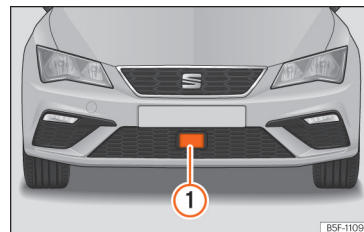

Fig. 245 Sul paraurti anteriore: sensore radar.
A veicolo fermo spegnere il motore, quindi riavviarlo. Eseguire un controllo visivo del sensore radar » **fig. 245**. Se continua a non funzionare, rivolgersi a un'officina specializzata per far controllare il sistema.
Sul paraurti anteriore è montato un sensore radar »» **fig. 245** ①.
- Questa indicazione viene visualizzata se la visibilità del sensore radar è ridotta a causa di forte nebbia o sporcizia. Pulire il sensore »» fig. 245.